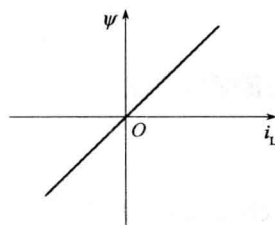

图 1-1-13 电感元件的韦安特性曲线
① 线性电感的  $\Psi \sim i$  特性是过原点的斜直线,如图 1-1-13 所示。